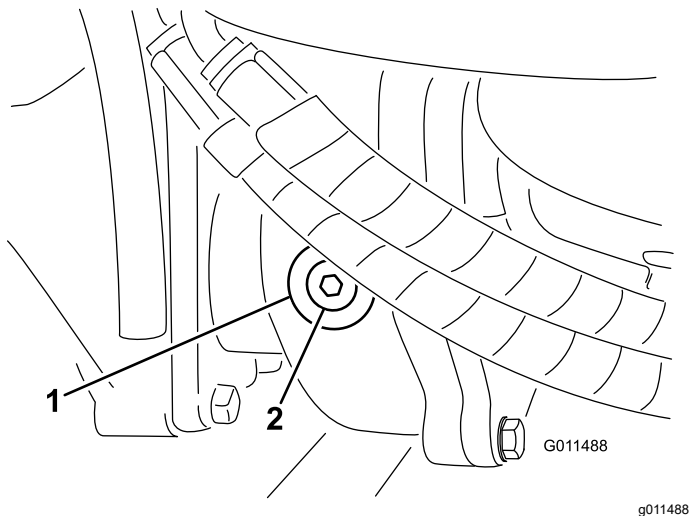

Figure 95
2. Enlevez le bouchon de contrôle/remplissage du côté gauche du boîtier d'engrenages (Figure 95) et vérifiez que le lubrifiant atteint la base de l'orifice. Si le niveau est bas, ajoutez suffisamment de lubrifiant pour rectifier le niveau.